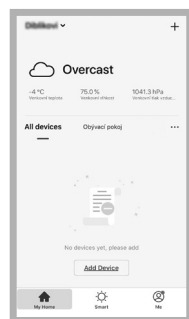

Fig. 6
3. Apoi apăsați în aplicație pe + sau „Add device” (fig. 6) pentru adăugarea unui aparat nou.